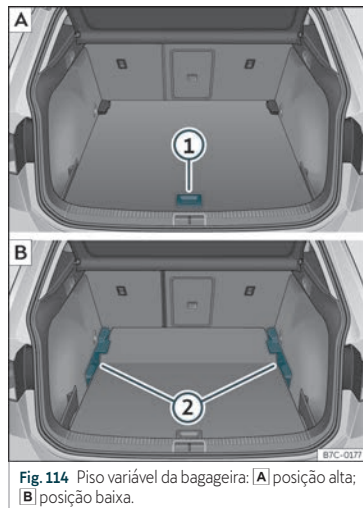

Fig. 114 Piso variável da bagageira: **A**) posição alta; **B**) posição baixa.
- Para passar da posição baixa para a alta, levante o piso pela pega»» **Fig. 114** ①, puxe-o para trás até que a parte dianteira do piso baixe totalmente os suportes»» **Fig. 114** ②.
- Desloque o piso sobre estes para a frente até que chegue ao limite no encosto dos bancos traseiros e, de seguida, baixe o piso com a peça ①.
- Para passar da posição alta para a baixa, levante o piso pela pega»» **Fig. 114** ①, puxe-o para trás até que a parte dianteira do piso baixe totalmente os suportes»» **Fig. 114** ②.
- Deixe cair a parte anterior contra o piso e empurre o piso para a frente até que atinja o limite no encosto dos bancos traseiros, baixando ao mesmo tempo o piso com a pega ①.
- Com o piso variável na posição alta, levante pela pega»» Fig. 114 ①, puxe-o e empurre para o encosto dos bancos traseiros até que o piso dobre pela linha da dobradiça e a parte móvel do piso assente sobre o mesmo.
- Para passar da posição alta para a baixa, levante o piso variável pela pega»» Fig. 114 ① e rebata-o para trás um pouco.
- Empurre o piso variável para os bancos traseiro rebatidos com a pega ① fazendo um pouco de pressão para baixo para que a parte móvel do piso encoste os encostos aos bancos traseiros.